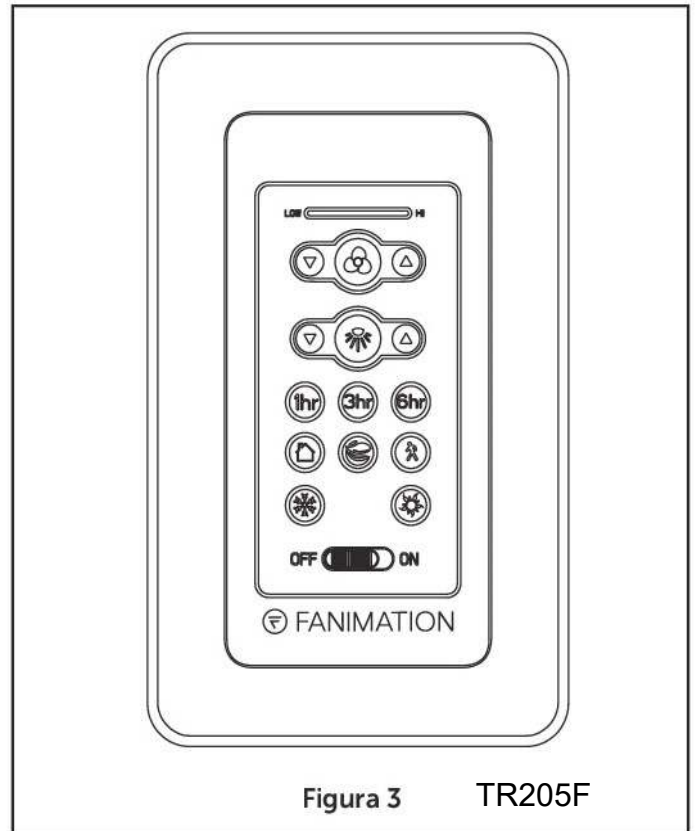

Figura 3 TR205F
3. Funciones del control remoto: (Figura 3)